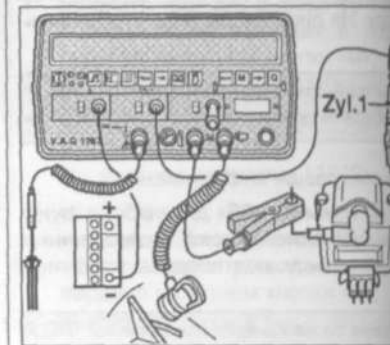

Рис. 3.43. Присоедините тестер V.A.G 1767 или тестер V.A.G 1367 с зажимами V.A.G 1367/8.
1. Присоедините тестер V.A.G 1767 или тестер V.A.G 1367 с зажимами V.A.G 1367/8 (рис. 3.43).